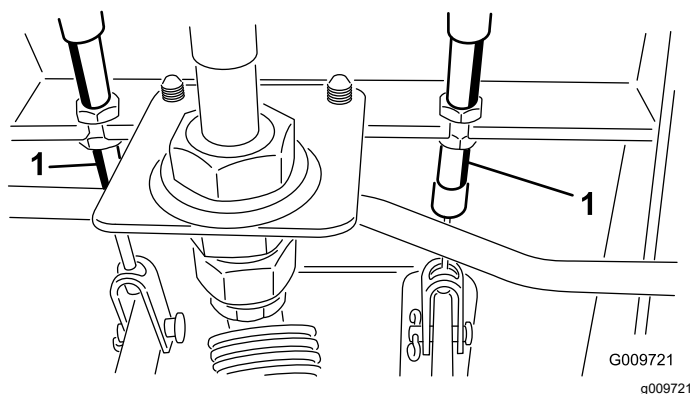

図 101
- A. ブレーキケーブル 図 101 の端にある前ナットをゆるめる。